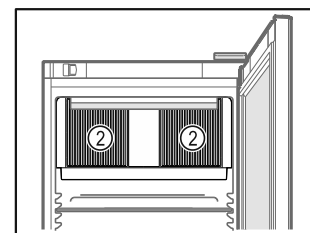

Fig. 64
- ❑ Poskrbite, da prezračevalna reža Fig. 64 (2) ventilatorja krožnega zraka v notranjosti ni zakrita.